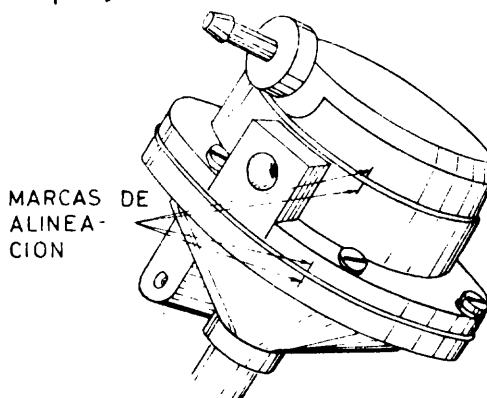

Fig. 1
- b Ubique la bomba en la morsa de banco y marque ambos cuerpos para mantener su posición (fig.1).